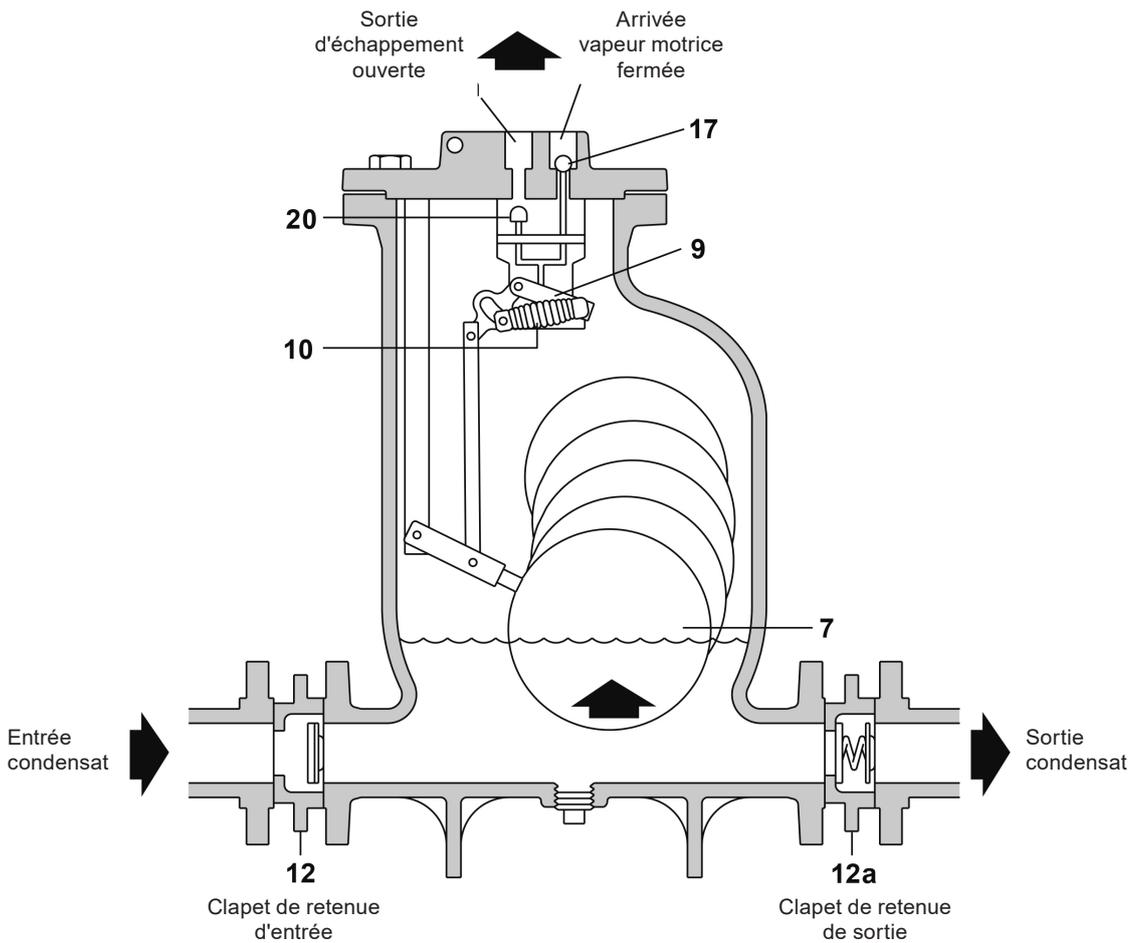

Fig. 11 - Remplissage
1. A la mise en service, avant le démarrage, le flotteur (7) est en position basse, la soupape d'admission vapeur (17) fermée et la soupape d'échappement (20) ouverte. (Fig. 11).
2. Le liquide s'écoule par gravité à travers le clapet d'admission (12) dans le corps de la pompe, le flotteur (7) flotte et s'élève.
3. Si le flotteur (7) continue à monter, le mécanisme à biellettes (9) augmente la tension du ressort (10). Quand le flotteur (7) atteint sa position la plus élevée, l'énergie accumulée dans le ressort est libérée instantanément et transmise au mécanisme qui entraîne la tige-poussoir vers le haut, provoquant simultanément l'ouverture de la soupape d'admission du fluide moteur et la fermeture de la soupape d'échappement. (Fig. 11)
4. La vapeur s'écoule à travers la soupape d'admission (17) et crée une pression dans le corps de la pompe. Ceci ferme le clapet de retenue d'admission (12) et force le liquide à s'écouler au travers du clapet de retenue de décharge (12a).
5. Le flotteur s'abaisse en même temps que le niveau de liquide descend dans le corps de la pompe. Avant que le flotteur n'atteigne sa position la plus basse, le mécanisme (9) entre en action et augmente la tension du ressort (10). Lorsque le flotteur atteint sa position minimale dans le corps de la pompe, l'énergie du ressort est restituée instantanément au mécanisme qui entraîne la tige poussoir vers le bas provoquant simultanément la fermeture de la soupape d'admission du fluide moteur et l'ouverture de la soupape d'échappement.